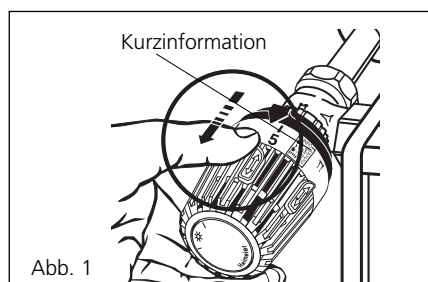
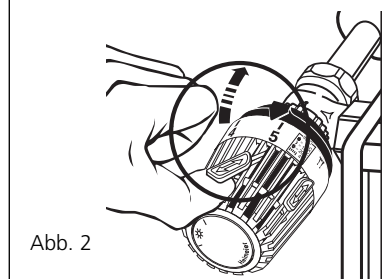

Abb. 1
Abb. 2
Hierzu roten Sparclip mit dem Daumen bis zum Anschlag zurückziehen (Abb. 1), anheben und herausnehmen (Abb. 2). Der Thermostat-Kopf wird danach auf die gewünschte Temperatur eingestellt, z. B. Merzkahl 3 (20) \approx 20 °C. Anschließend ist der rote Sparclip in
Hierzu blauen Sparclip mit dem Daumen bis zum Anschlag zurückziehen (Abb. 1), anheben und herausnehmen (Abb. 2). Der Thermostat-Kopf wird danach auf die gewünschte Temperatur eingestellt, z. B. Mondsymboll \approx 14 °C. Anschließend ist der blaue Sparclip in
Hierzu roten Sparclip mit dem Daumen bis zum Anschlag zurückziehen (Abb. 1), anheben und herausnehmen (Abb. 2). Der Thermostat-Kopf wird danach auf die gewünschte Temperatur eingestellt, z. B. Merzkahl 3 (20) \approx 20 °C. Anschließend ist der rote Sparclip in die Nut **rechts** neben Merzkahl 3 (20) einzusetzen (Abb. 3) und bis zum Anschlag **vorzuschieben**. Jetzt kann jede Ein-